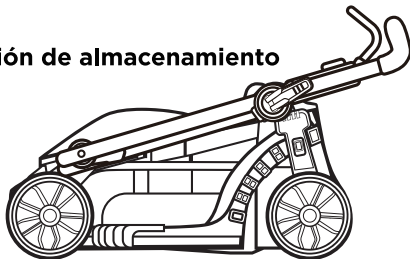

Fig. 16
- g. El mango de su cortacésped puede plegarse por completo para guardarlo de forma compacta. Empiece aflojando todos los pomos del mango superior y pliéguelo hacia abajo. A continuación, baje por completo el mango inferior (Fig. 16).